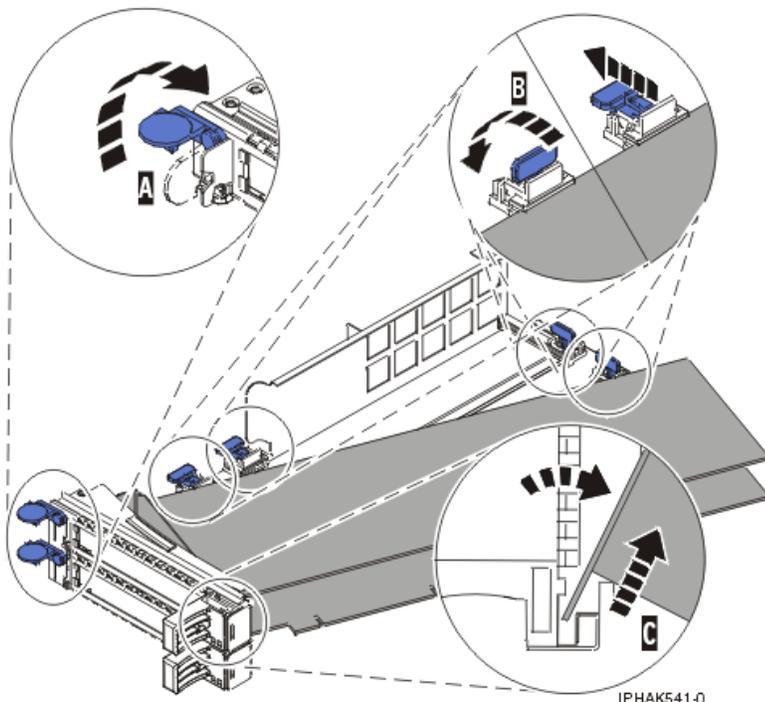

Figura 45. Adaptador removido do cassete do adaptador PCI
- a. Destrave os retentores do adaptador girando o clipe retentor A na posição horizontal. Consulte Figura 45 na página 64.